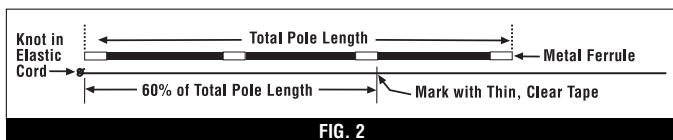

FIG. 2
2. Mark the location that is approx. 60% of the total length of the replacement pole on the elastic cord with a thin piece of tape, measuring from the double overhand knot. For example, if the total length of the replacement pole is 5 feet, then 60% of 5 feet is 3 feet. You will measure the elastic cord for 3 feet and mark the location with a thin piece of tape (Fig. 2).
2. Sur le câble élastique et à l'aide de papier adhésif étroit, marquez un point de repère à environ 60 % de la longueur hors tout du mât de rechange, en mesurant à partir du demi-nœud double. Si, par exemple, la longueur du mât de rechange est de 5 pi ou 1,52 m, 60 % équivaldront à 3 pi ou 1,02 m. Mesurez le câble élastique et mettez le papier adhésif à une distance de 3 pi ou 1,02 m du nœud (fig. 2).
Por ejemplo, si la longitud total del poste de fibra de vidrio es 5 pies, entonces el 60% de 5 pies son 3 pies. Usted medirá la cuerda elástica en los 3 pies y marcará la ubicación con un pedazo fino de cinta adhesiva (Fig. 2).